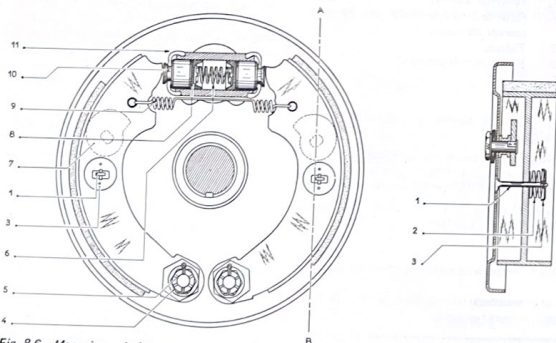

Fig. 8.6.—Mecanismo de freno trasero. A la derecha, sección según el plano AB.
a) Retirar las cazoletas (3, fig. 8.6) de los muelles de apoyo (útil 3556-T). Extraer los muelles de apoyo (2) y las varillas-guía (1).
b) Desenganchar el muelle de retorno (9) de las zapatas.
c) Retirar las tuercas (5) de los ejes excéntricos de articulación de las zapatas.